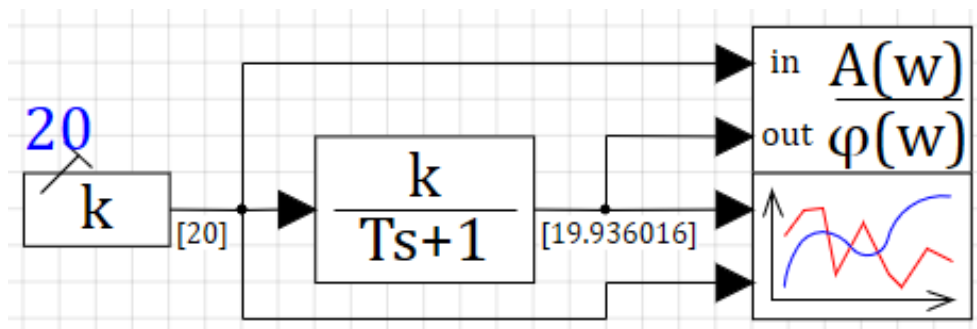
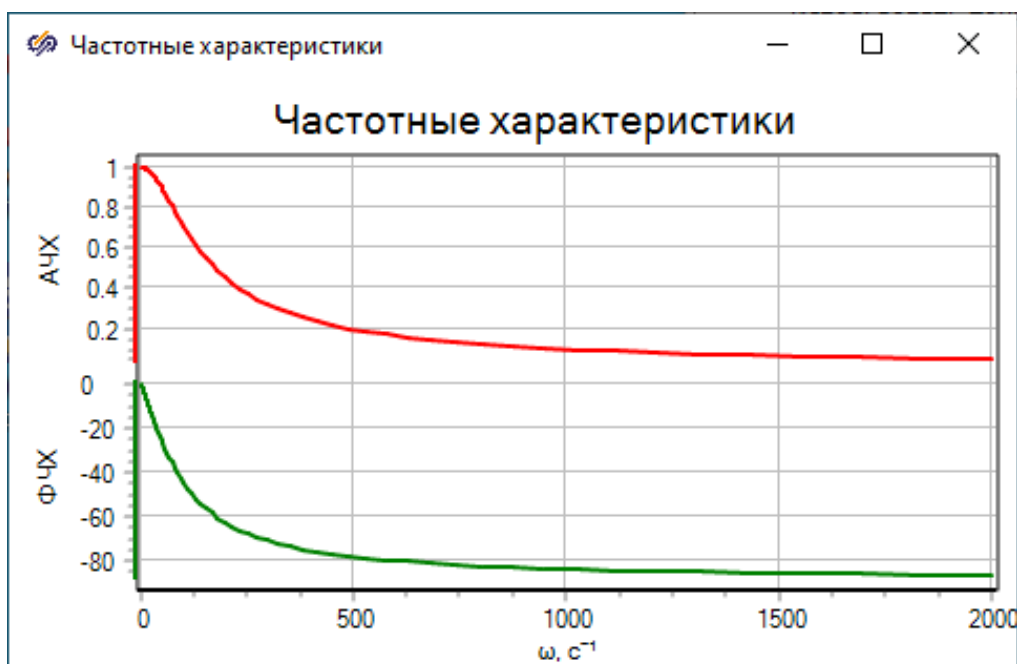

Рис. 7.3
Рис. 7.4
7. Запустить схему на моделирование. Результаты моделирования для схемы рис. 7.1 приведены на рис. 7.3–7.5.
Вставить в отчет по лабораторной работе схему с результатами моделирования (рис. 7.3), а также графики и частотные характеристики (рис. 7.4–7.5) для вашего варианта.